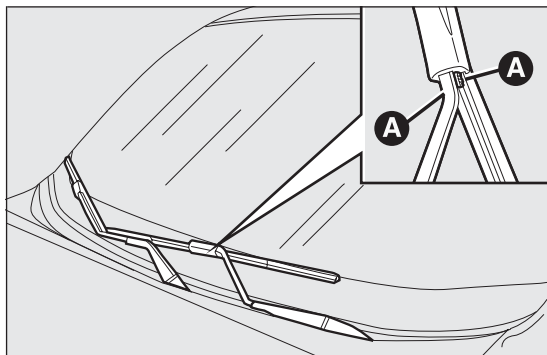

fig. 188
- presionar la lengüeta A fig. 188 y extraer la escobilla del brazo;